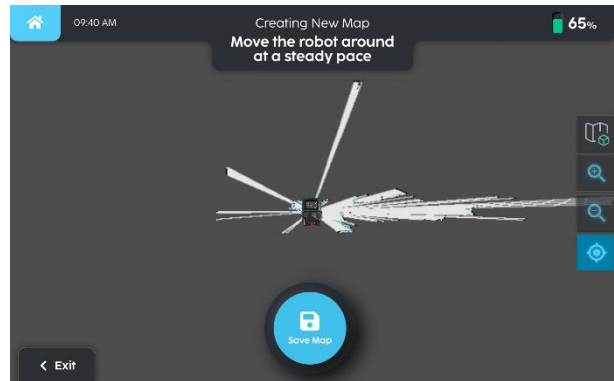

Fig. 10
2. Beweeg de robot handmatig langs de omtrek (fig. 10).